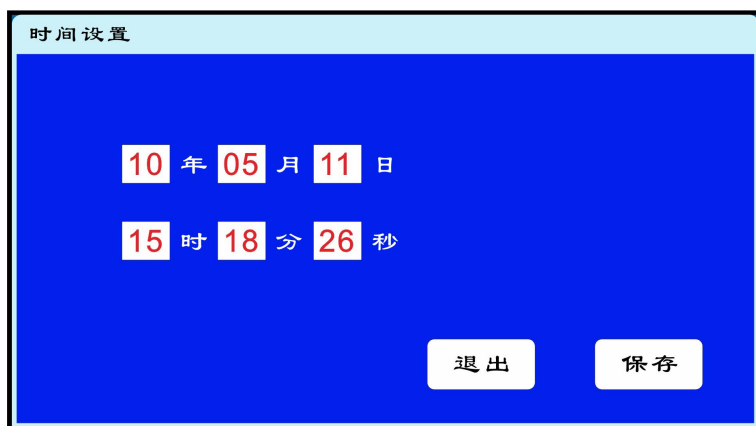

图 6-2 时间设置
- 1、从主菜单界面按下“时间设置”菜单进入“图 6-2”；